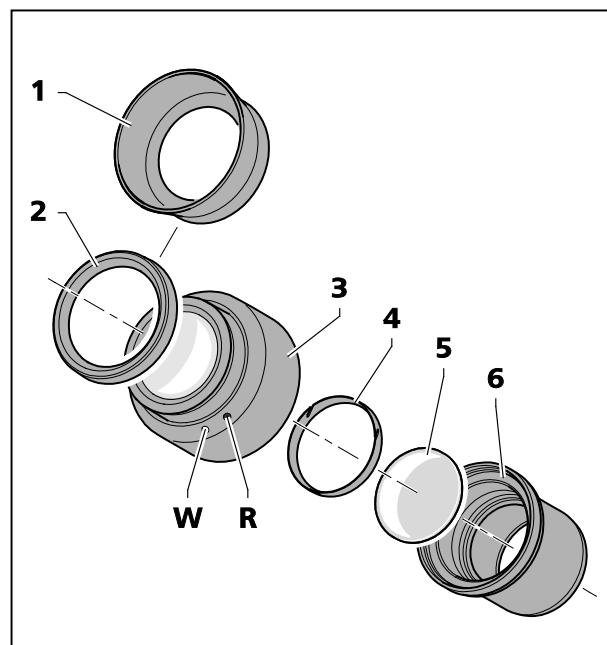

Bild 16 Okularplatte einsetzen
Die Okulare sind mit Brillenschutzringen aus Gummi versehen, um Kratzer auf den Brillen zu vermeiden. Diese können wahlweise durch umstülpbare Augenmuscheln (Bild 16/1) ersetzt werden.
- Dazu die Brillenschutzringe (Bild 16/2) von den Okularen abziehen und die Augenmuscheln (Bild 16/1) aufsetzen.
- Blendenteil (Bild 16/6) aus dem Okular (Bild 16/3) herausschrauben.
- Sicherungsring (Bild 16/4) herausziehen.
- Okularplatte (Bild 16/5) einsetzen.